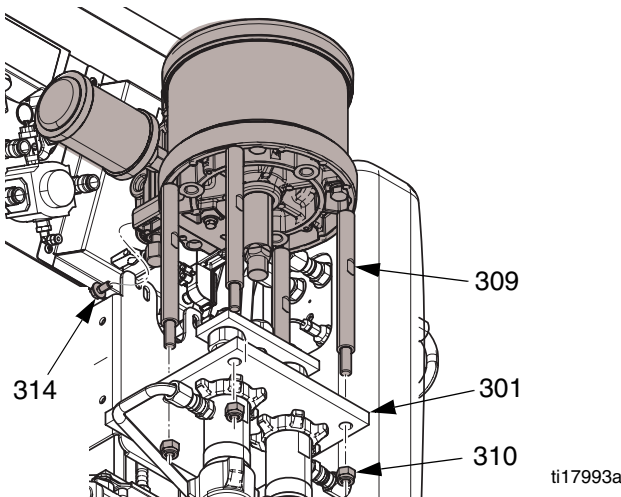

ABB.2
3. Die Verbindungsstangen durch die Platte montieren (301). Stellen Sie sicher, dass die Schrauben (314) in die Schlitze der Halterung (311) passen. Montieren Sie die Schrauben (314). Siehe ABB.2.
4. Ziehen Sie die Mutter (313) von 43-51 N•m (32-38 in-lb) fest.
5. Die vier Muttern der Verbindungsstangen (310) gleichmäßig in kleinen Schritten mit 37-43 N•m (27-32 ft-lbs) festziehen. Siehe ABB.2.